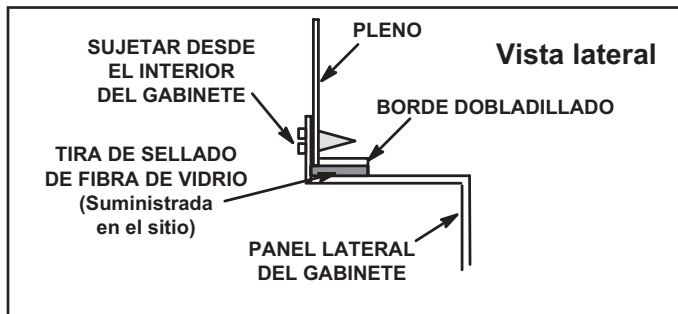

FIGURA 10
- 4 - En las instalaciones en un clóset, podría ser imposible instalar los tornillos para lámina de metal desde afuera. En ese caso, haga el pleno con un frente removible e instale los tornillos desde adentro (ver la FIGURA 10).